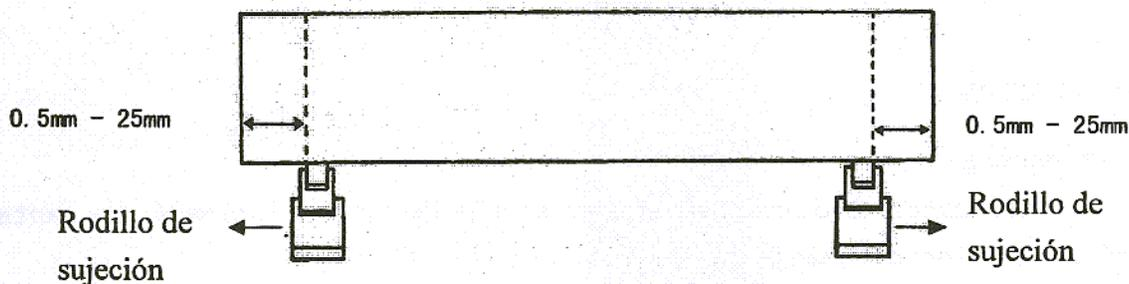

Figura 2-27
1. Si la longitud del trabajo es menor de 4 m, deje un margen de 0,5mm—25mm entre los rodillos y el extremo del material (ver Figura 2-27).